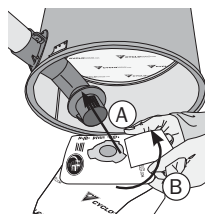

figure 18
4. Assurer l'étanchéité en insérant le sac jusqu'à la bague de rétention (**figure 18 - A**).
Effectuer une rotation du sac d'environ 20° (**figure 18 - A**) vous assurant que les coches du sac ne sont plus alignées avec les pointes de l'adaptateur.